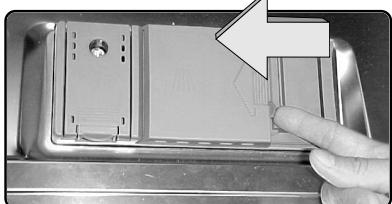

Figure 18/Illus. 18
1. If the detergent dispenser cover is closed, open it by pressing the blue release tab **into the dispenser as shown by arrow A in Figure 18. Note: Pushing down on the release tab will not open the cover**
- Si le couvercle du distributeur de détergent est fermé, l'ouvrir en pressant la languette de dégagement **dans le distributeur**, comme à la figure 18. Remarque : en poussant la languette de dégagement, cela n'ouvre pas le couvercle.
- Si la cubierta del surtidor de detergente está cerrada, ábrala por medio de oprimir la lengüeta de desenganche **hacia adentro del surtidor tal como se muestra con la flecha A en la Ilustración 18.** Nota: La cubierta no se abre cuando se oprime la lengüeta de desenganche.